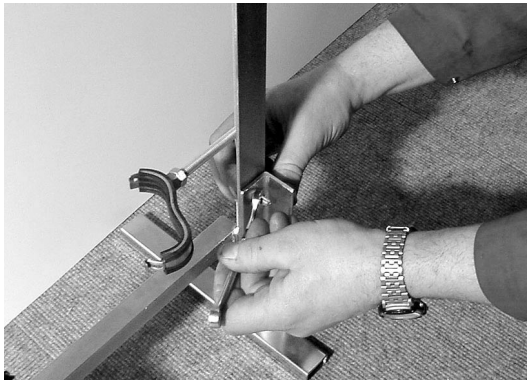

Bild 9: Füße an der Konsole befestigen
- Die Konsolenfüße* an der Konsole befestigen (**Bild 9**).